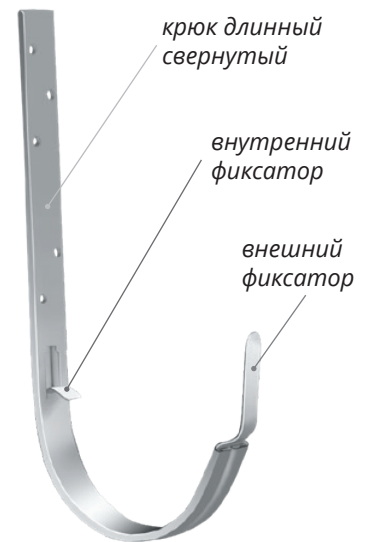

Рисунок 7
1. Отогните внутренний фиксатор крюка (рис.7).